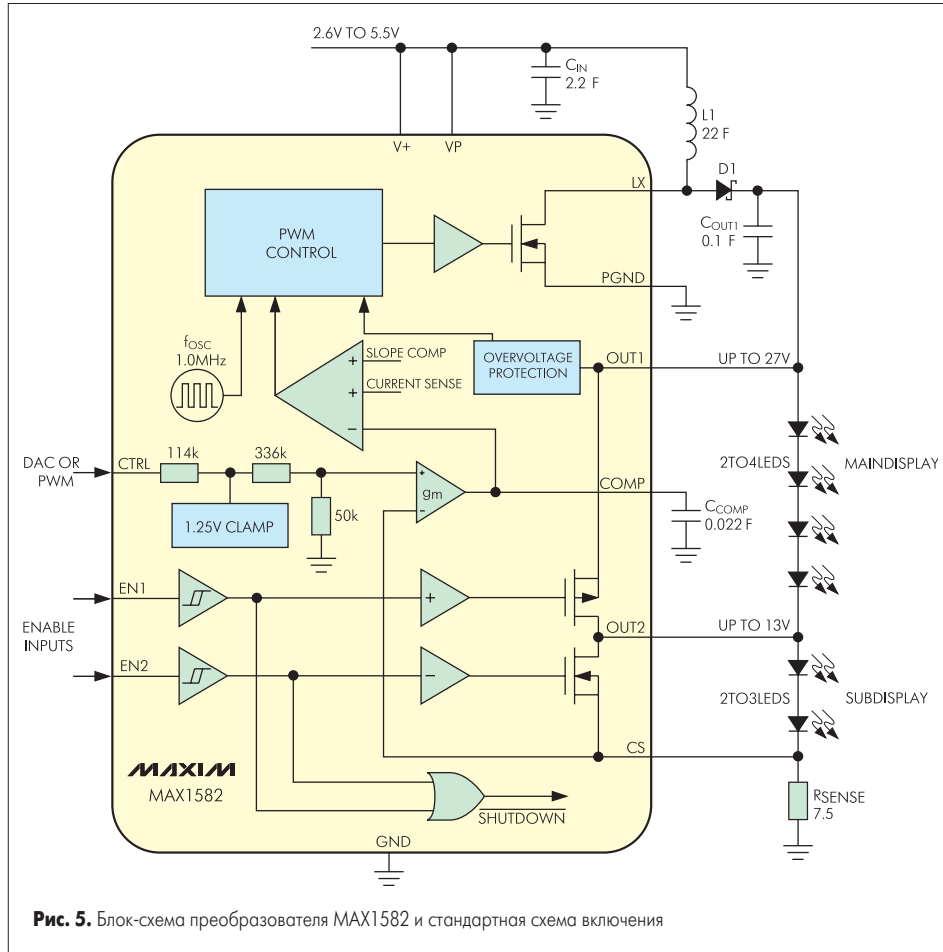

Рис. 5. Блок-схема преобразователя MAX1582 и стандартная схема включения
вод сильноточного входа питания (VP), соединяемый с выводом питания (V+) (рис. 5).